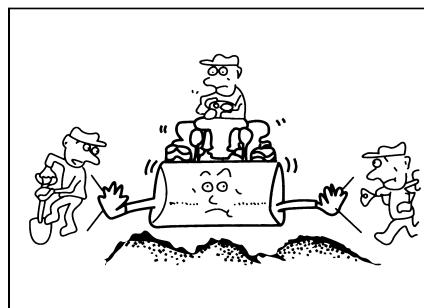

Рис.1-74
- Так как это особый автомобиль, особенно когда погрузчик перемещает предмет больших размеров, поле зрения плохое. При этом следует обращать большое внимание на подъем, спуск, задний ход, передний ход, переключение передач. Кроме того, посторонние лица не допускаются в зону работы, или погрузчик ходит под наведением специального лица (рис. 1-74).